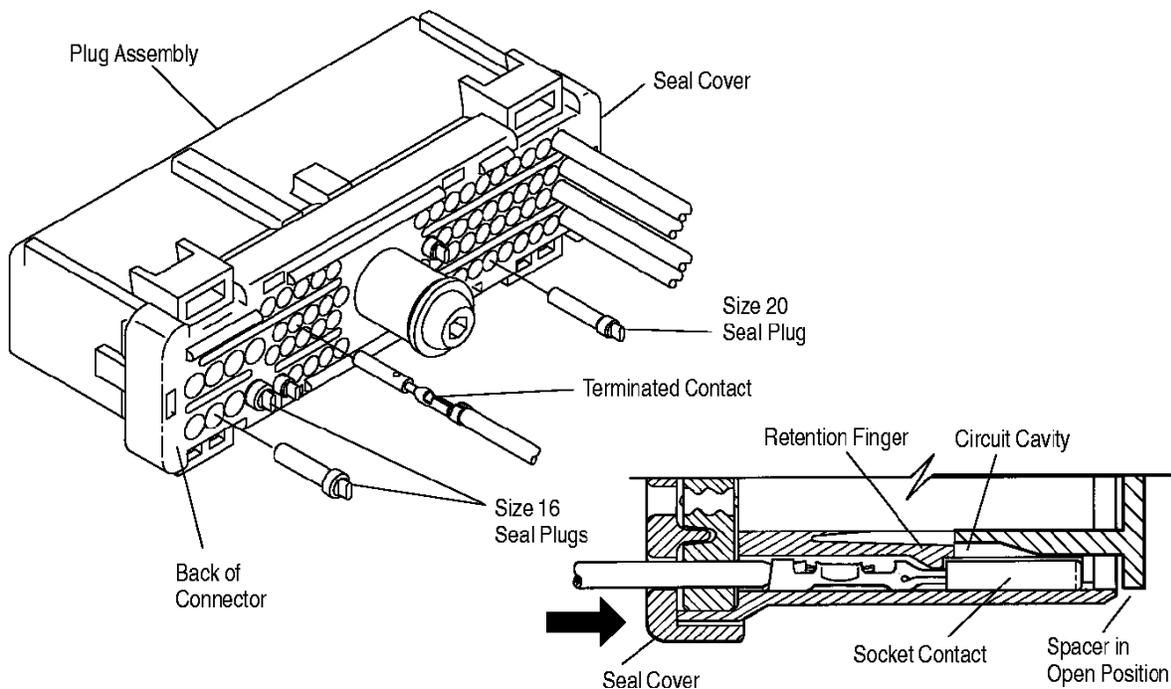

Figure 2
7. Réinsérer le contact du circuit 979 dans la cavité 51 et le contact du circuit 583 dans la cavité 39. Pour ce faire, insérer le contact dans la cavité approprié aussi loin que possible. Puis, tirer légèrement sur le fil afin de vérifier que la patte de retenue retient bien le contact (voir figure 2).
The back of the connector must be completely sealed. Those cavities that are not used must have individual seal plugs. Use seal plug 776363-1 for size 16 holes, and seal plug 776364-1 for size 20 holes. See Figure 2.
Check to be sure the plug spacer is in the *open*, or as-shipped position. See Figure 2. Proceed as follows:
1. To insert a terminated contact, push it straight into the appropriate circuit cavity as far as it will go. See Figure 2.